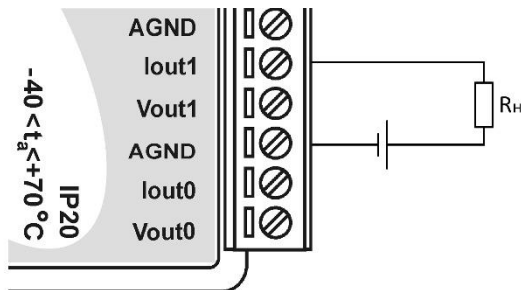

Рис. 6.6. Подключение нагрузки к токовому выходу модуля
- установить конфигурацию модуля с кодом выходного диапазона ТТ=30 для вывода тока и ТТ=33 для вывода напряжения. Для вывода сигналов 0-20 мА или 4-20 мА подключите нагрузку в соответствии с рис. 6.6;